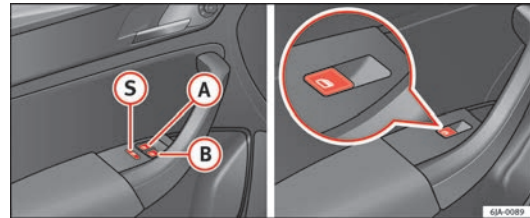

Abb. 54 Bedienelemente in der Fahrertür / in den hinteren Türen
- Wenn Kinder auf dem Rücksitz mitfahren, empfehlen wir aus Sicherheitsgründen, mithilfe der Sicherheitstaste (S) ⇒ Abb. 54 die Bedientasten der hinteren Fenster zu sperren. ▶
Durch Drücken der Sicherheitstaste **S** ⇒ Abb. 54 können Sie die Bedienelemente in den hinteren Türen deaktivieren. Durch erneutes Drücken der Sicherheitstaste **S** werden die Bedienelemente in den hinteren Türen wieder aktiviert.